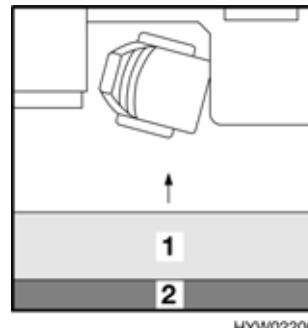

Bild 90 Vor dem Umbau
- Längssitzbank (Bild 90,1) leicht anheben und bis zum Anschlag herausziehen.
- Das Zusatzpolster (Bild 90,2) vom Rückenpolster abziehen. Das Zusatzpolster ist am Rückenpolster mit einem Klettband befestigt und kann leicht abgetrennt werden.